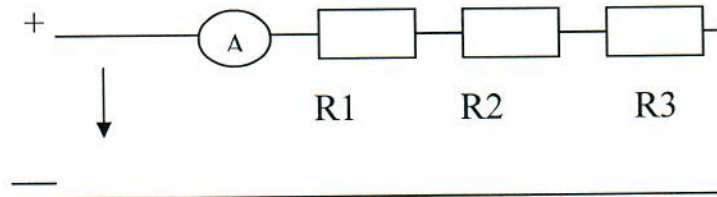
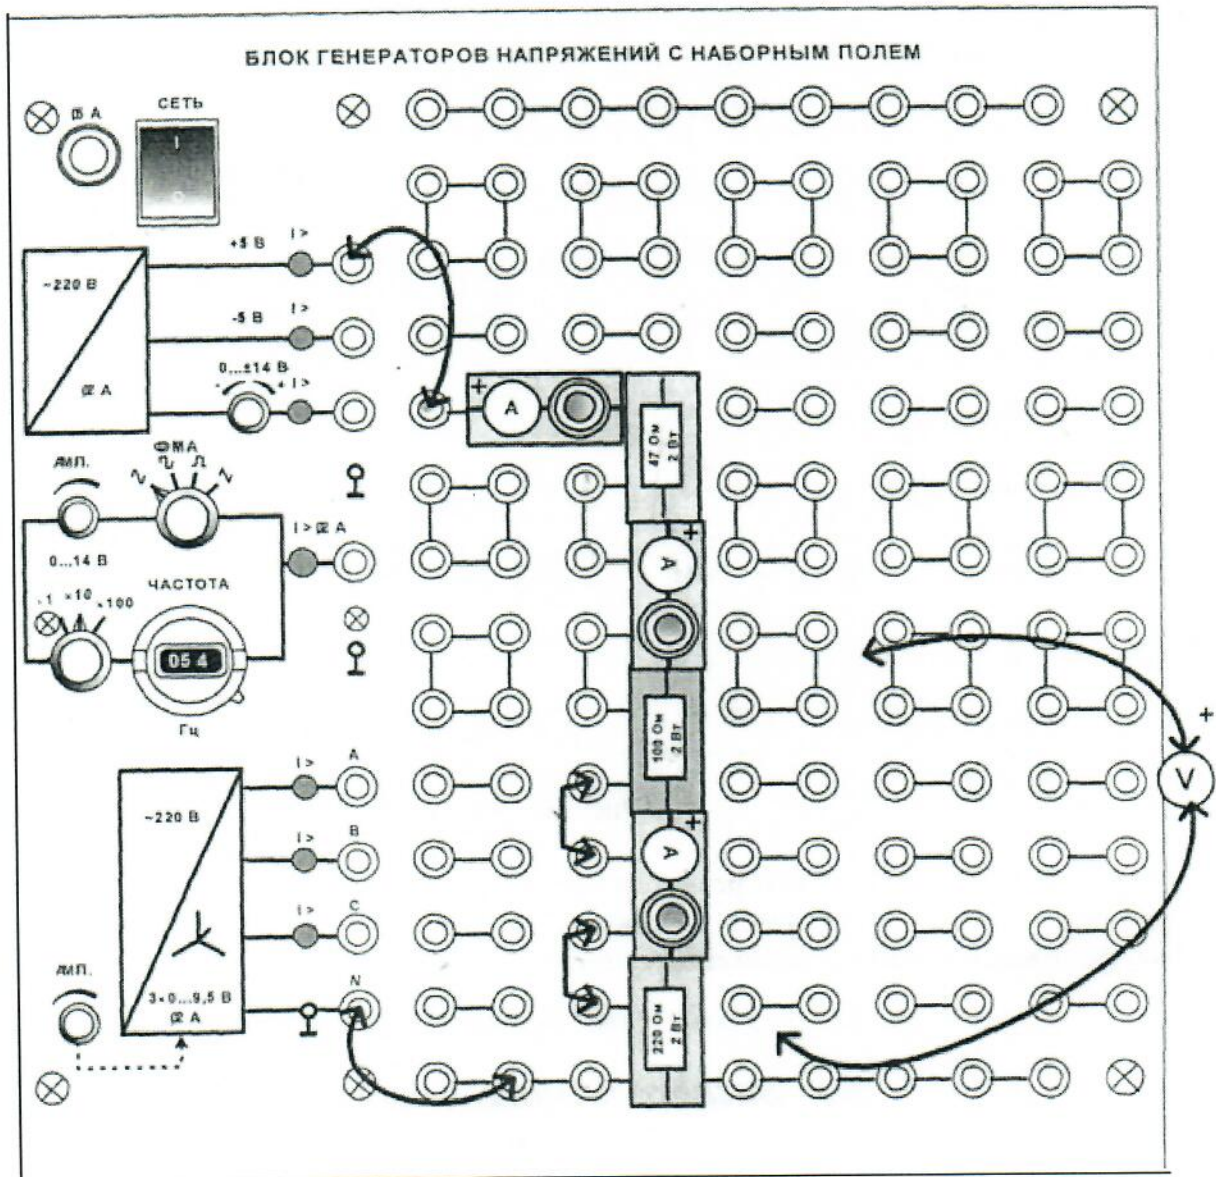

Рисунок 5.1 – Принципиальная схема
Рисунок 5.2 – Монтажная схема
Если резисторы или любые другие нагрузки соединены последовательно (рисунок 5.1), по ним проходит один и тот же ток. Величина тока определяется приложенным напряжением U и эквивалентным сопротивлением $R_{ЭКВ}$:
– Соберите цепь в соответствии с принципиальной схемой (рисунок 5.1) и монтажной схемой (рисунок 5.2). Последовательно с резисторами 47, 100 и 220 Ом включите специальные миниблоки для подключения амперметра.